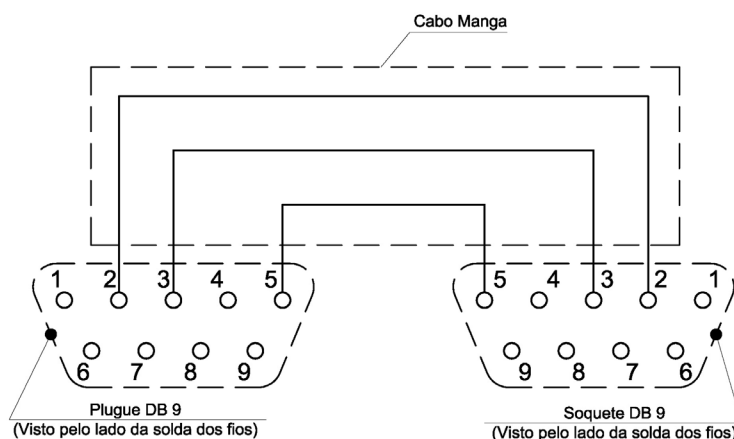

Figura 1: Diagrama do cabo de comunicação serial.
1. Utilize um cabo serial com soquetes DB9 macho em uma extremidade e fêmea na outra, ligado conforme diagrama da figura 1 e com comprimento máximo de 10m.